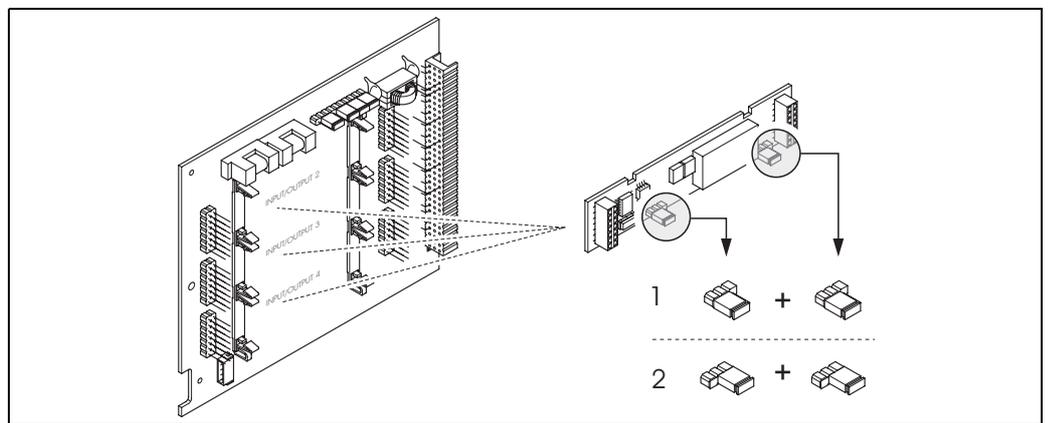
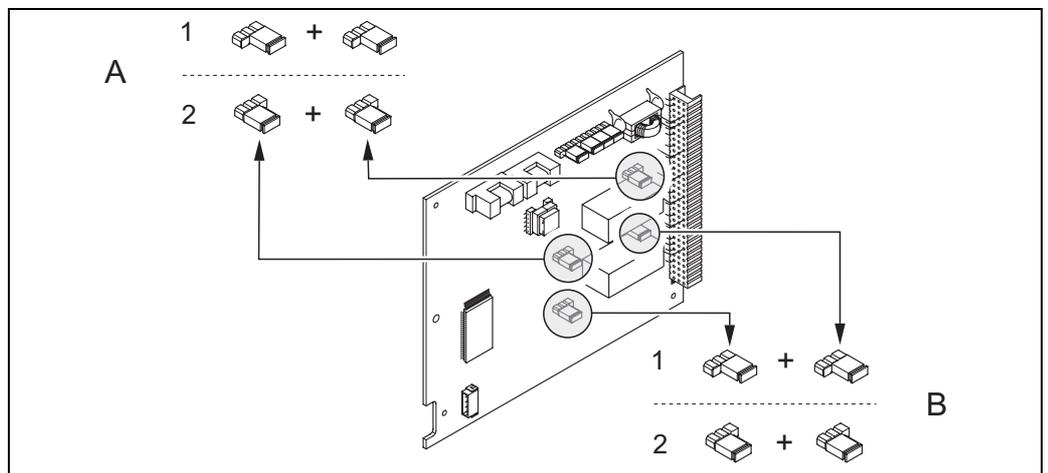

Fig. 36: Configurazione dei contatti relè (NC/NA) sulla scheda di I/O flessibile (sottomodulo).
Fig. 37: Configurazione dei contatti relè (NC/NA) sulla scheda di I/O fissa. A = relè 1; B = relè 2
3. Installare i ponticelli →Fig. 36 o →Fig. 37